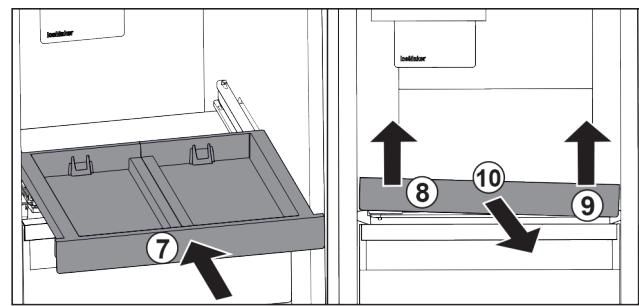

Fig. 119
- ▶ Rentrer le compartiment coulissant. *Fig. 119 (7)*
- ▶ Soulever le compartiment coulissant au niveau de la partie avant gauche. *Fig. 119 (8)*
- ▶ Soulever le compartiment coulissant au niveau de la partie avant droite. *Fig. 119 (9)*
- ▶ Retirer le compartiment coulissant par l'avant. *Fig. 119 (10)*